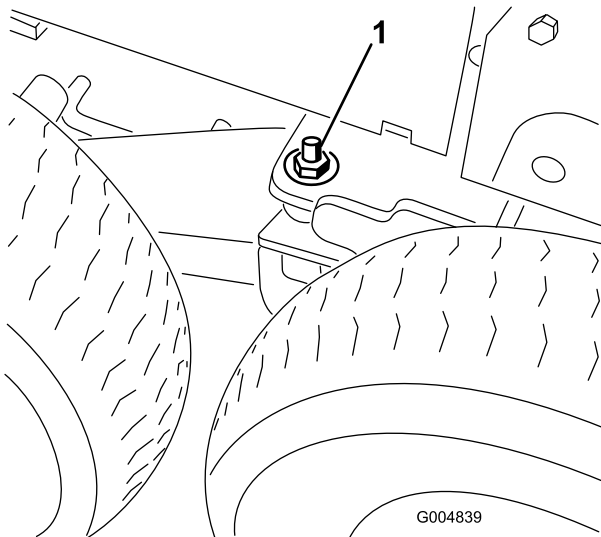

Figura 118
43. Retire la arandela plana (1/2") y la tuerca (1/2") instaladas en el espárrago del pivote del bogie (Figura 118).